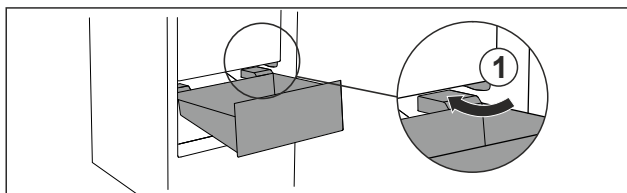

Fig. 137
- ▶ Обойдите стопор Fig. 137 (1) выдвижного ящика под наклоном.